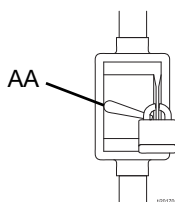

FIG. 8: Disconnessione elettrica
NOTA: Accertarsi che lo scollegamento elettrico (AA) sia chiuso e bloccato. Vedere FIG. 8.